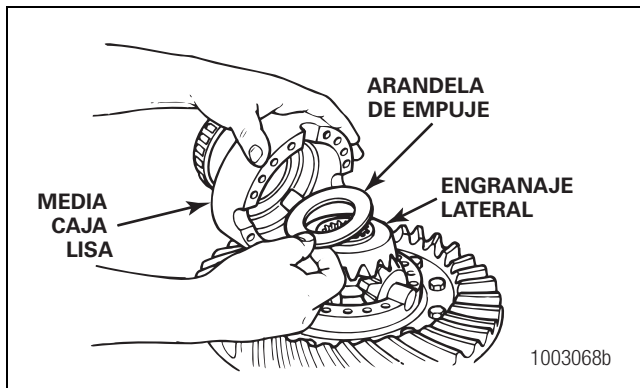
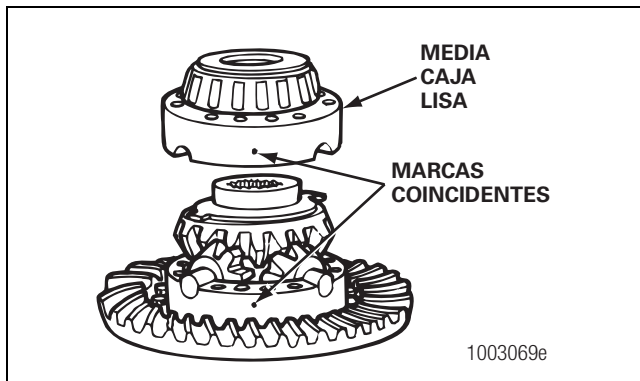

Figura 5.43
Figura 5.44
13. Instale el segundo engranaje lateral y la arandela de empuje sobre la cruceta y los piñones del diferencial. Figura 5.43.
14. Coloque la media caja lisa de la caja del diferencial sobre la media caja con brida y sobre los engranajes. Gire la mitad lisa para alinear las marcas coincidentes. Figura 5.43 y Figura 5.44.